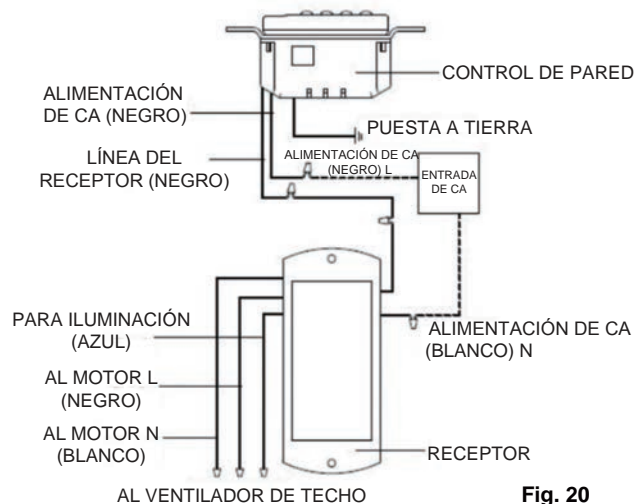

Fig. 20
**Paso 2.** Haga las conexiones eléctricas tal como se muestra en la Fig. 20. Si su caja de distribución tiene un cable de puesta a tierra (verde o cobre sin recubrimiento), conecte el cable de puesta a tierra del transmisor directamente a uno de los tornillos de la caja de distribución eléctrica. Asegure todas las conexiones de cables con las tuercas plásticas proporcionadas.